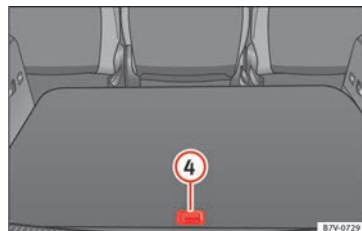

Fig. 188 Autres rangements dans le plancher du coffre.
Ouvrir le rangement arrière » fig. 188 ④ :	▷ Levez la partie arrière du plancher du coffre grâce à la poignée.